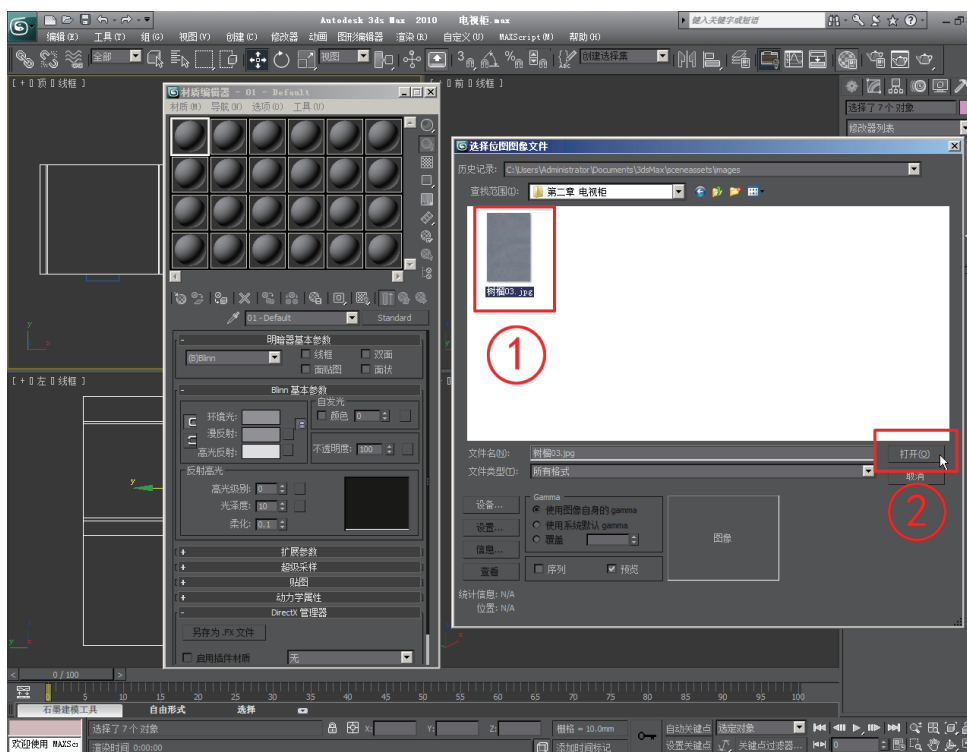

图2-34 打开贴图
(3) 在弹出的“选择位图图像文件”对话框中选中需要的木材贴图, 然后单击右下角的“打开”按钮; 或者在选中的贴图图上双击, 也可以打开贴图, 如图2-34所示。